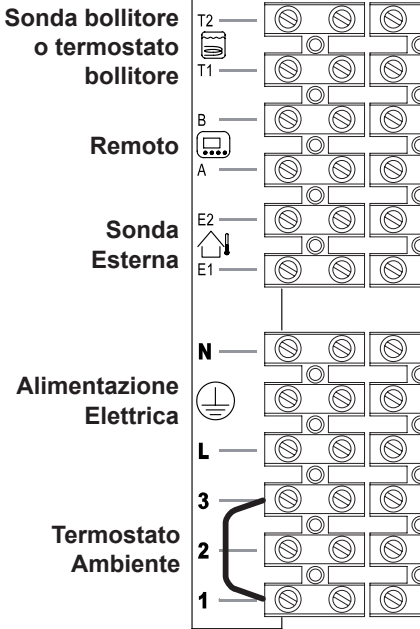
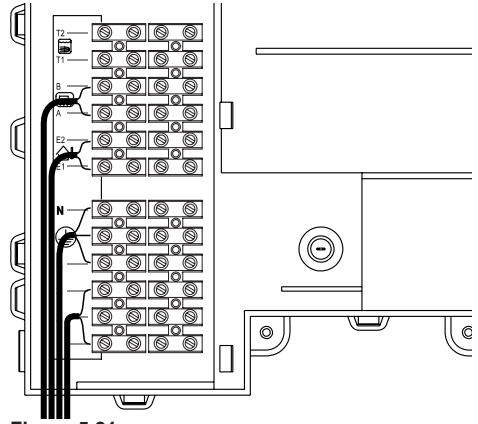

Figura 5.20
Figura 5.21
- Collegare il cavo di alimentazione elettrica proveniente dall'interruttore onnipolare alla morsettiere di alimentazione elettrica della caldaia Figura 5.20 rispettando la corrispondenza della linea (filo marrone) e del neutro
Il percorso del cavo o dei fili di alimentazione elettrica della caldaia e del termostato ambiente devono seguire il percorso indicato in Figura 5.21.
Per il collegamento di un termostato ambiente servirsi dei morsetti indicati in Figura 5.20.
Per il collegamento di valvole di zona servirsi dei morsetti termostato ambiente indicati in Figura 5.20 e Figura 5.21. I conduttori elettrici dei contatti del micro della valvola di zona vanno inseriti nei i morsetti "1 e 3" della mor-
settiera termostato ambiente come in Figura 5.21.